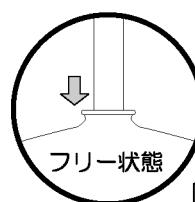

図1
コードケースを本体側に引き下げる。(図1参照)
- コードケースの動かし方は、コードアジャスターをコードケースに押し込みフリー状態（図1参照）にして移動させてください。